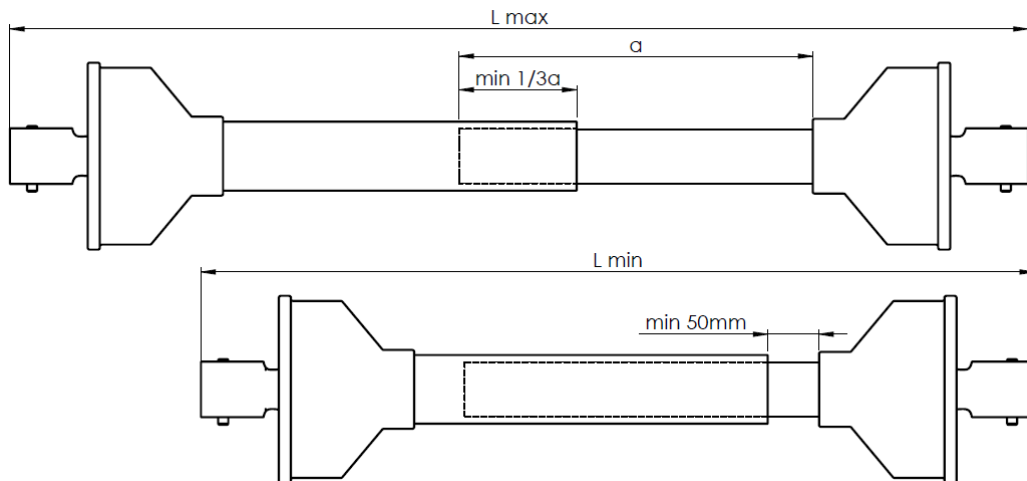

Рисунок 18-й Регулировка длины вала при присоединении навозоразбрасывателя к трактору
- убедиться, что после соединения шарнирно-телескопический вал, передающий привод от трактора, имеет достаточную длину во всех возможных положениях трактора по отношению к машине (рисунок 18).